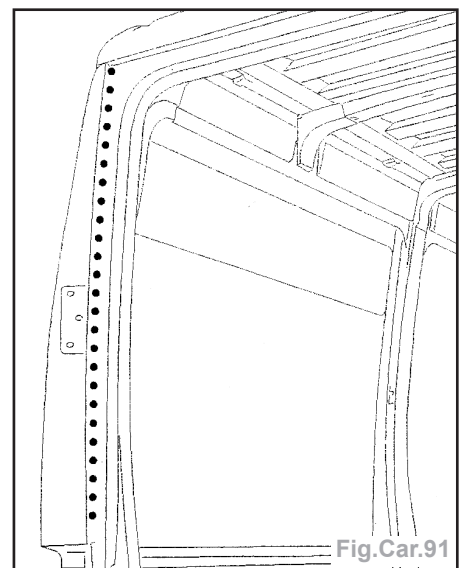

Fig.Car.91
- Souder par points bouchon MAG (Fig.Car.91).